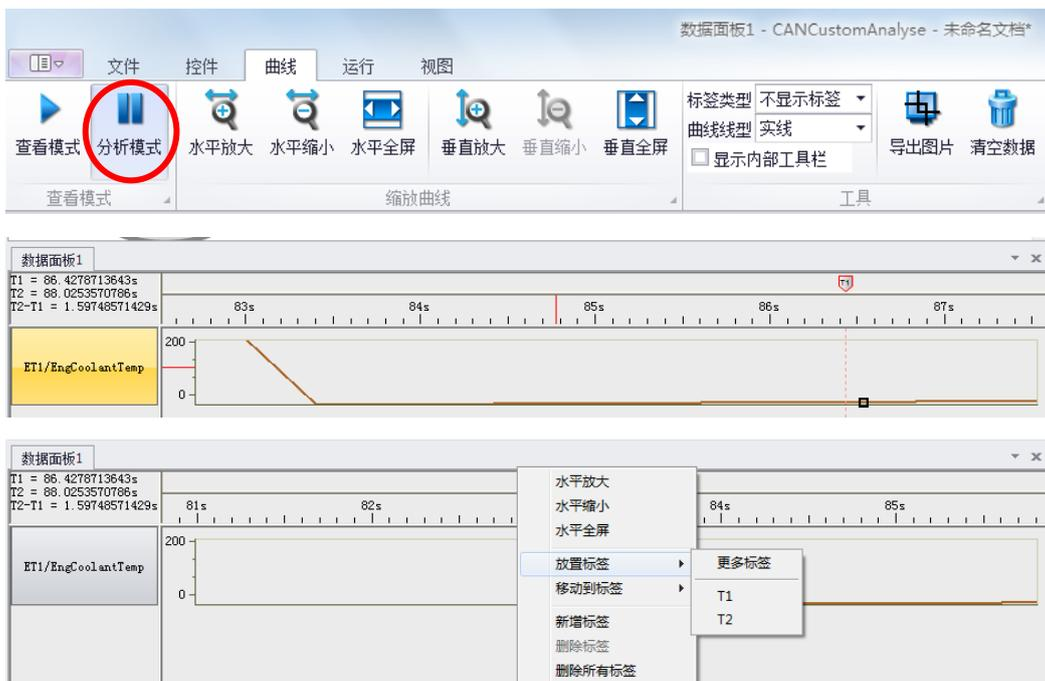

图 8.195 历史趋势分析
- (2) 点击数据面板中某个变量，然后点击曲线菜单中的分析模式，可以对这个变量的历史趋势进行查看和测量分析，通过鼠标左键可以左右移动历史趋势图。如图 8.195 所示。